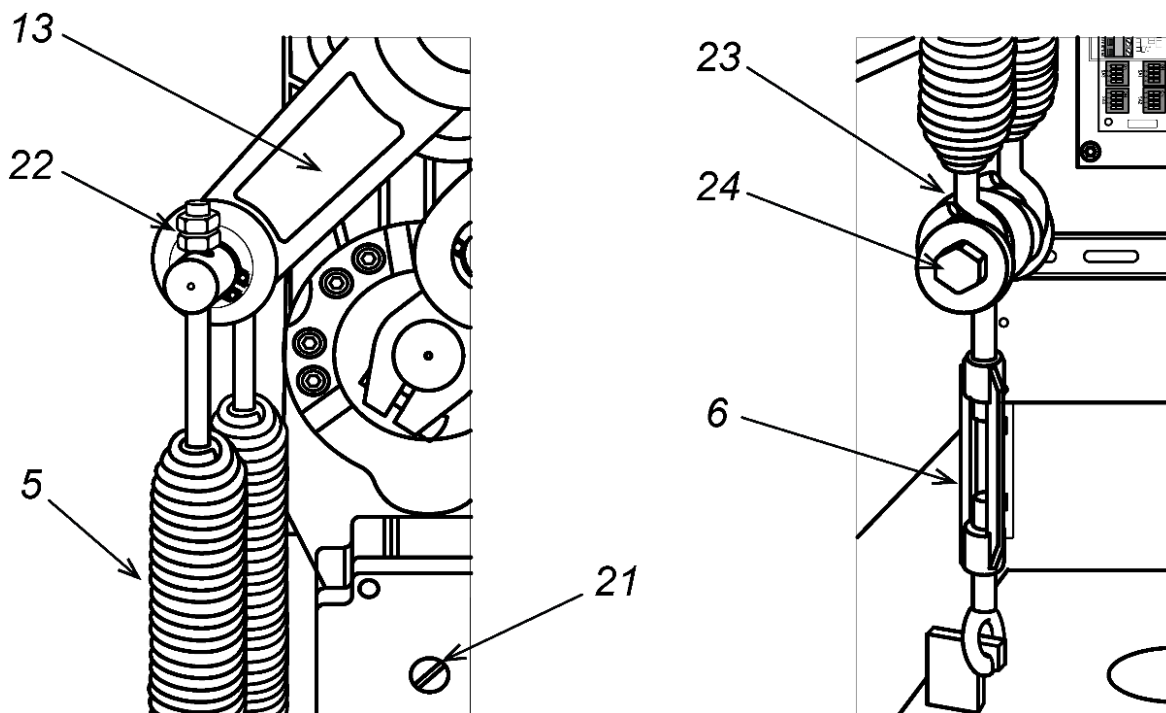

Рисунок 12. Установка балансировочных пружин
1. Снимите дверцу (2), открыв замок ключом.
2. На приводе стрелы переведите рычаг (13) в нижнее положение (см. рис. 12). Для этого шлицевой отверткой вращайте винт разблокировки привода (21) против часовой стрелки, пока стрела не разблокируется из крайнего положения, затем вручную поднимите ее вертикально до упора. Для окончательной блокировки стрелы в крайнем верхнем положении вращайте винт разблокировки привода (21) против часовой стрелки до упора.
3. Выберите из комплекта поставки необходимые пружины (5) в соответствии с таблицей:
5. Также регулировать натяжение пружин можно при помощи гаек (22) на верхних шпильках пружин (см. рис. 12), при этом над гайками у обеих пружин должно быть примерно одинаковое количество витков резьбы, но не менее 3-5 витков.